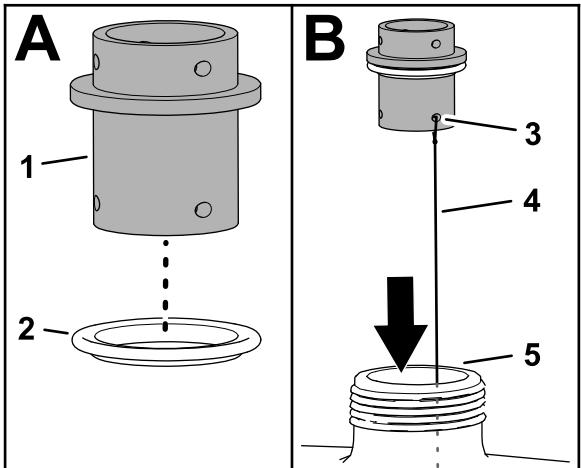
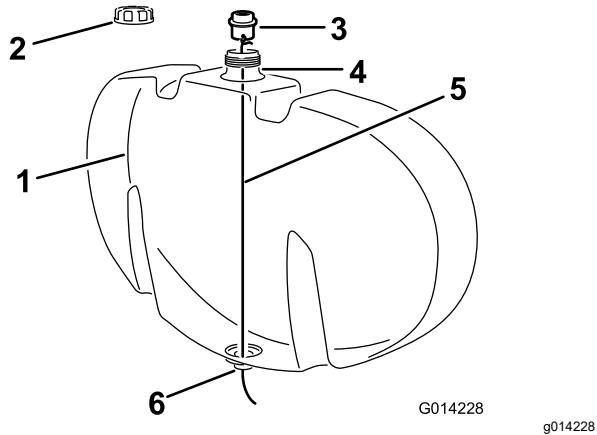

図5
図6
- 図5のように、バルクヘッドフィッティングに透明ガスケットを取り付ける。
- 図5のように、長さ約122cmの針金を、バルクヘッドフィッティングのリテナフォーク穴の一つに取り付ける。
- すすぎタンクにキャップがついている場合にはキャップを取り図6。
- 給水口から針金の先端をタンク内に降ろし、タンク底部にある開口に針金を通す図5と図6。